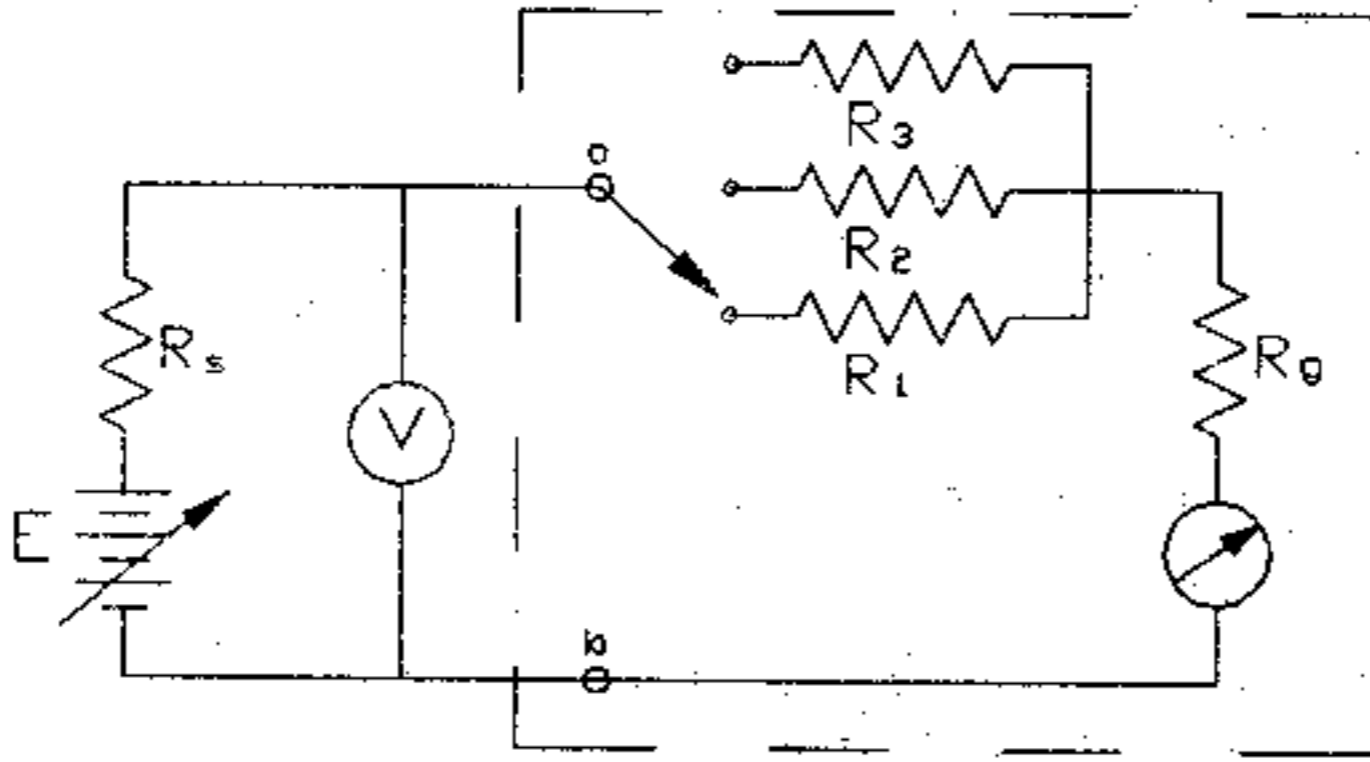

Figura 4
- Calcule los valores de R_1 , R_2 y R_3 con la expresión (1) para los rangos de medición de $E_1 = 3 \text{ V}$, $E_2 = 5 \text{ V}$ y $E_3 = 10 \text{ V}^1$.
- Con los valores calculados, arme el circuito de la figura 4.